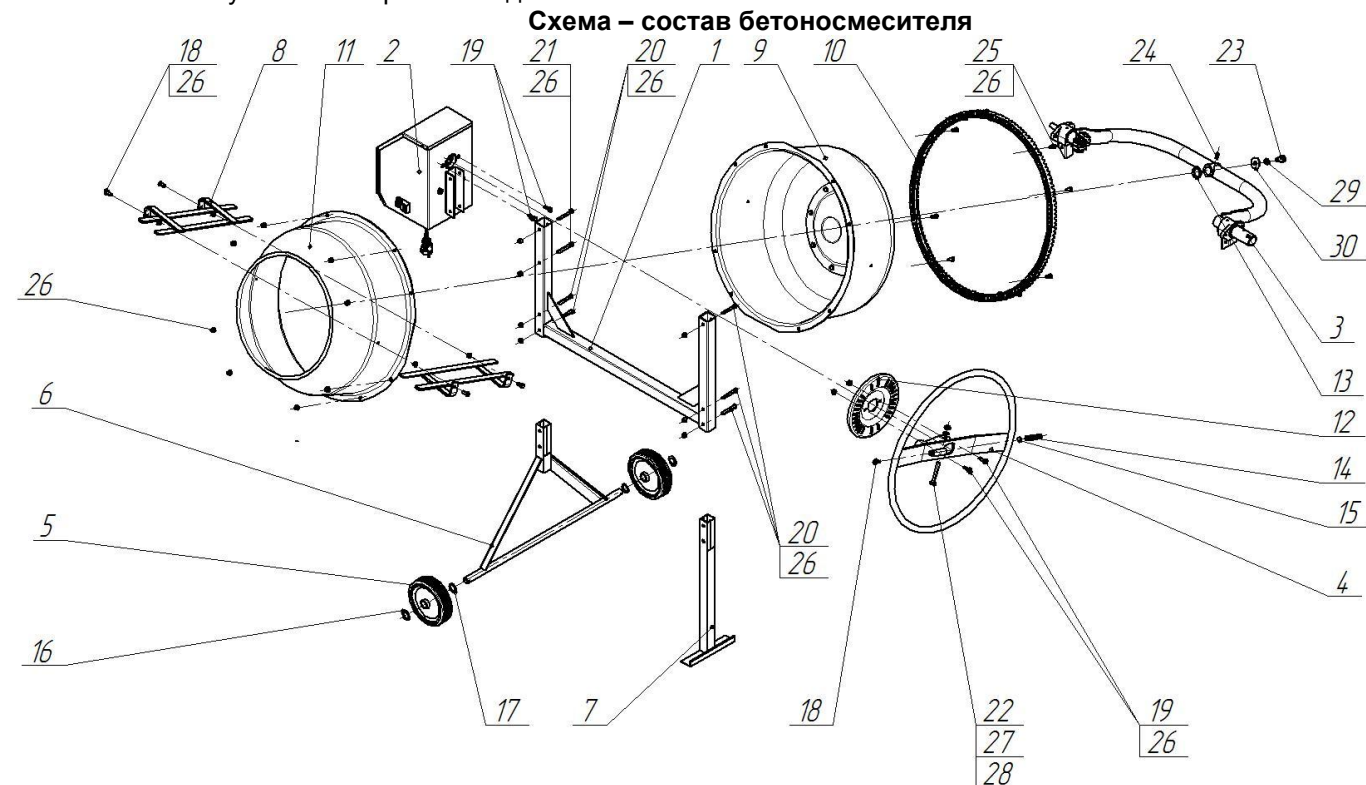

Рис.2.
3. Слабое натяжение пружины. Поворотное колесо не прижимается к диску фиксатора.	3. Отрегулируйте преднатяжение пружины 14 поворотного колеса при помощи болта 18 (рис. 2)
6.2. Выставьте ёмкость бетоносмесителя на выбранный угол диска фиксатора (12) (см. рис.2). Для этого, преодолевая усилие пружины 14, оттяните поворотное колесо 4 на себя и поверните ёмкость на необходимый угол.